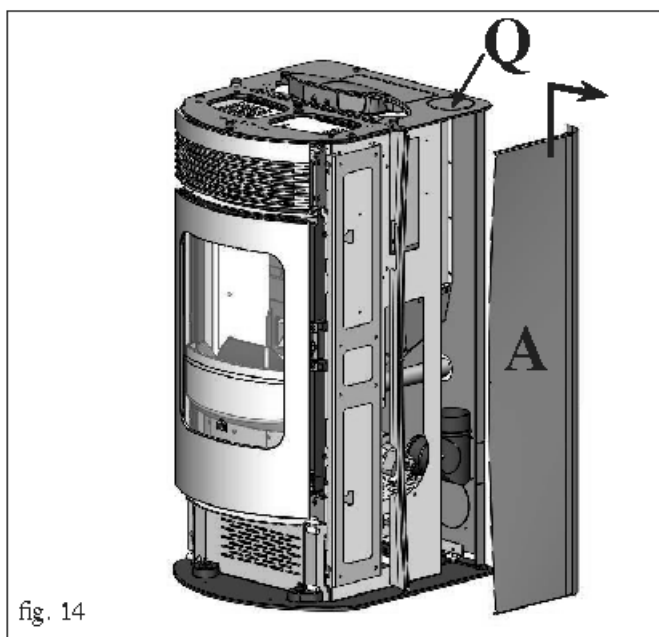

fig. 14
- Eliminar la tapa de cierre (Q - fig. 14)